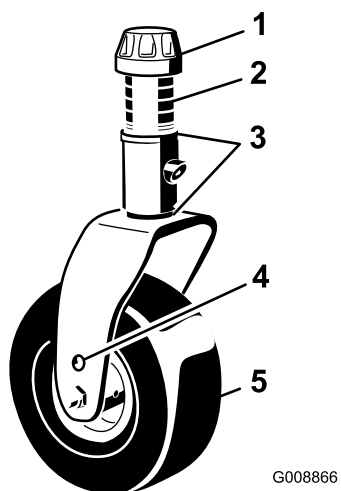

Figure 2
1. Retirez les chapeaux de tension des axes de pivots et retirez les entretoises et les rondelles de butée (Figure 2).
entretoises restantes sur le pivot, puis montez le chapeau de tension pour fixer l'ensemble (Figure 2).